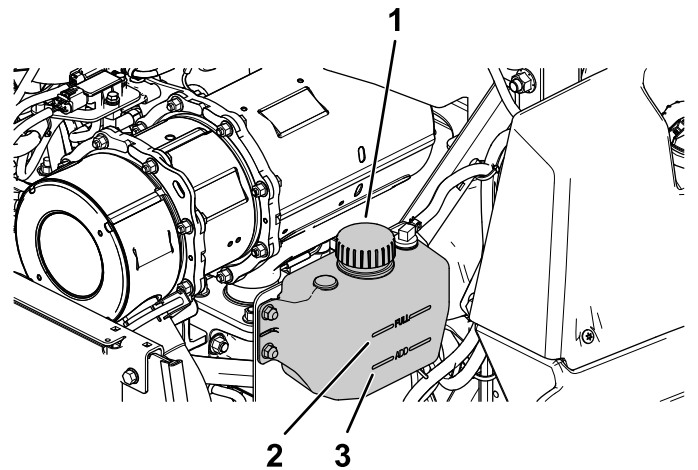

Figura 57
4. Controllate il livello di refrigerante nel serbatoio di espansione (Figura 57).
5. Se il livello del refrigerante è basso, togliete il tappo dal serbatoio di espansione e rabboccate il refrigerante specificato (Figura 57).